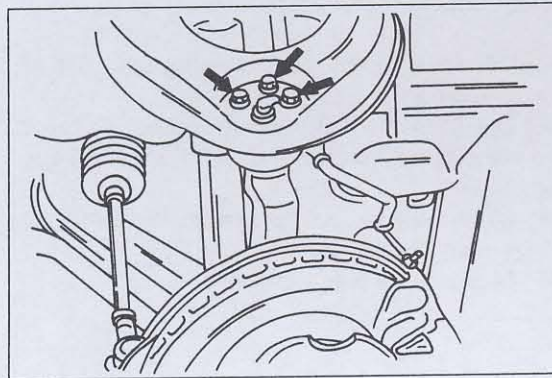

Bild 248
- Bei allen Ausführungen den Splint und die Kronenmutter der beiden Aufhängungskugellgelenke entfernen und die Verbindungen mit einem Kugelbolzenabzieher trennen. Beim 4WD reicht es zu, wenn man das obere Kugellgelenk durch Lösen der drei in Bild 248 gezeigten Schrauben vom Achsschenkel freimacht. Der Achsschenkel ist jetzt frei und kann abgenommen werden. Falls ein Schmierkopf in das obere Gelenk eingesetzt ist (4WD) darf man dabei nicht dagegenstossen. Die Querlenker müssen vom Achsschenkel weggedrückt werden, damit man diesen herausziehen kann. Beim Abziehen der Achsschenkels von der Achswelle bei einem 4WD nicht den Öldichtring in der Rückseite des Achsschenkels beschädigen.